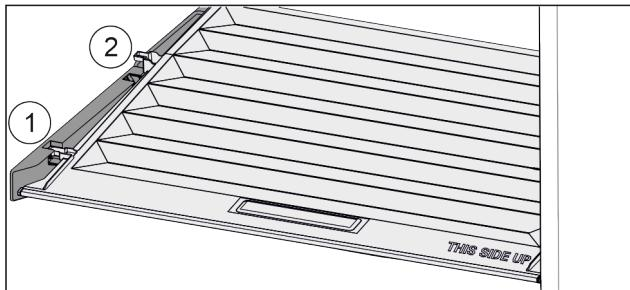

Fig. 101
- Trageți capacul în față Fig. 101 (1) până la orificiul din piesele suportului.
- Ridicați în spate de jos și scoateți Fig. 101 (2) în sus.